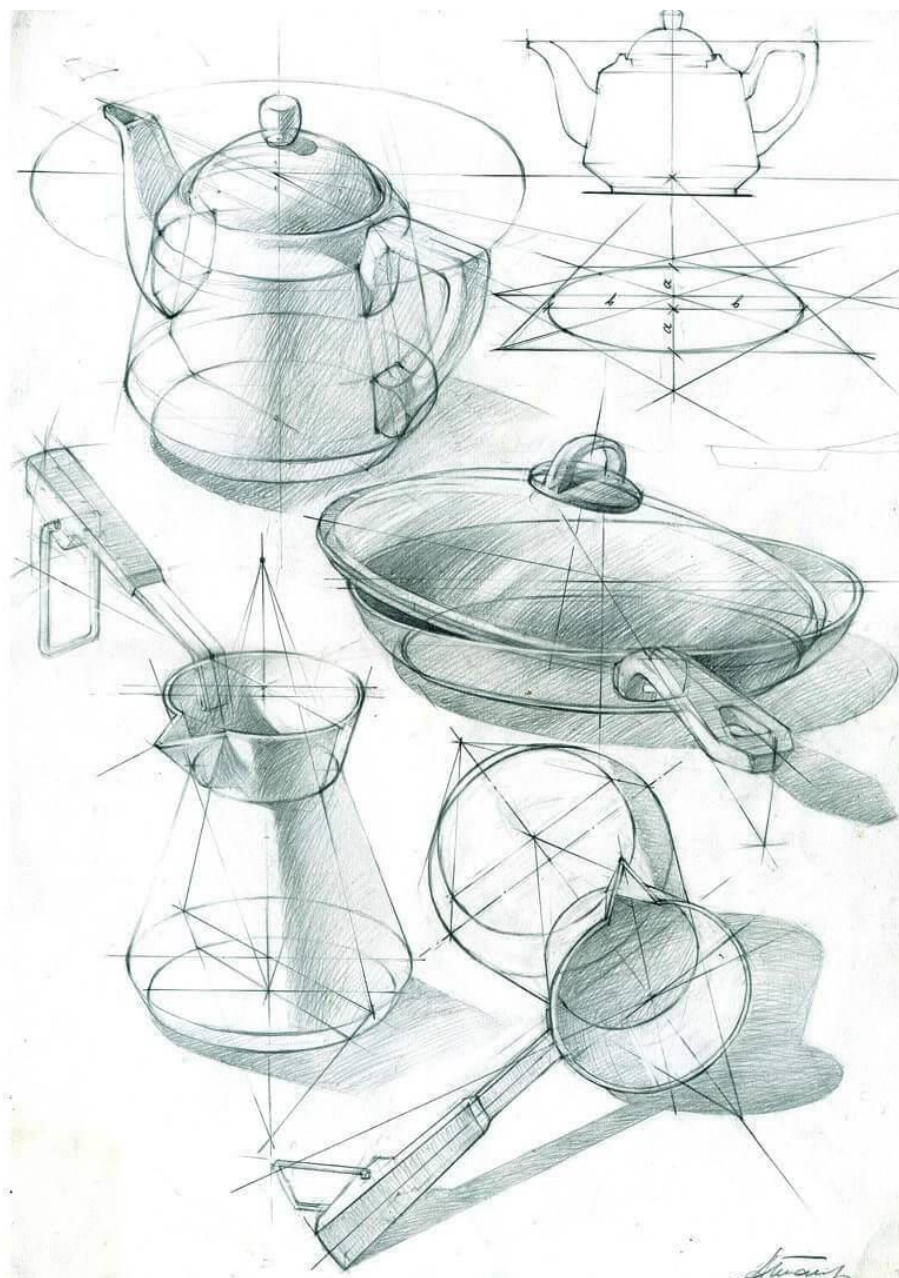

Рис. 4.3.5. Пример выполнения самостоятельной работы №7.
*СОДЕРЖАНИЕ ЗАДАНИЯ: На формате А3 выполнить эскизы посуды, бытовых приборов, соблюдая порядок выполнения, согласно примера на рис.4.3.5, в глазмерном масштабе.*